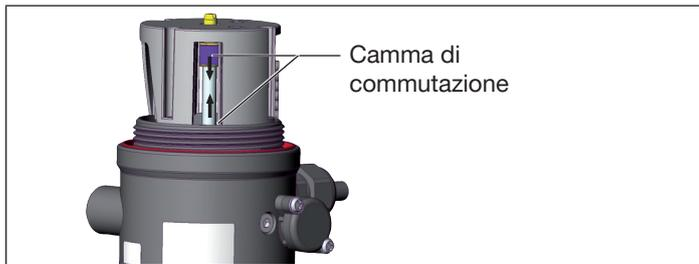

Figura 27: Impostazione dei microinterruttori o degli iniziatori
- Se necessario, i punti di commutazione possono essere regolati con maggiore precisione: con un cacciavite spingere le camme di commutazione verso il centro (vedere “Figura 27”).